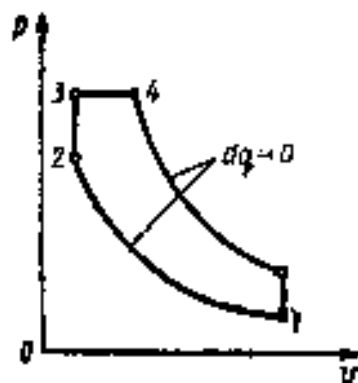

Рис. 3
3. Для цикла ДВС со смешанным подводом теплоты (рис. 3) определить параметры  $p$ ,  $v$ ,  $T$  всех крайних точек процессов и термический к.п.д. по